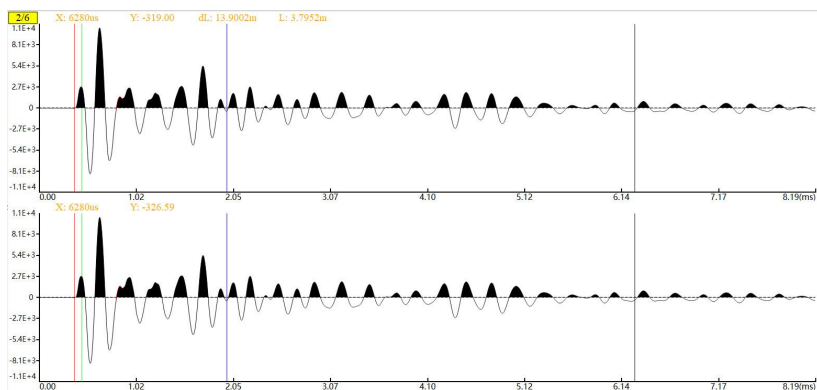

图 4-20 滤波后波形
- 数字滤波：对当前选择的波形进行数字滤波，滤波后的数据显示在视图的第二块区域，滤波前后波形如图 4-20 所示。